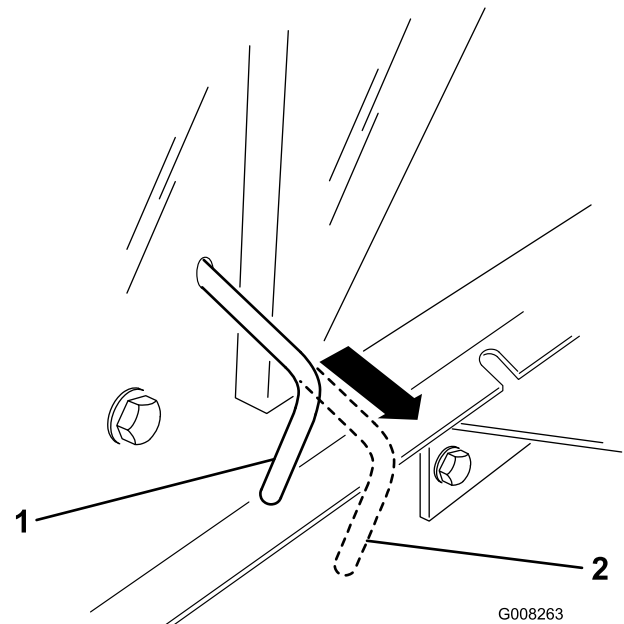

Bild 16
Hinweis: Dadurch wird der Antrieb ausgekuppelt, und die Räder befinden sich im Freilauf (Bild 16).
2. Stellen Sie den Antriebshebel in die Betriebsstellung (Bild 16), um das Antriebssystem einzukuppeln.